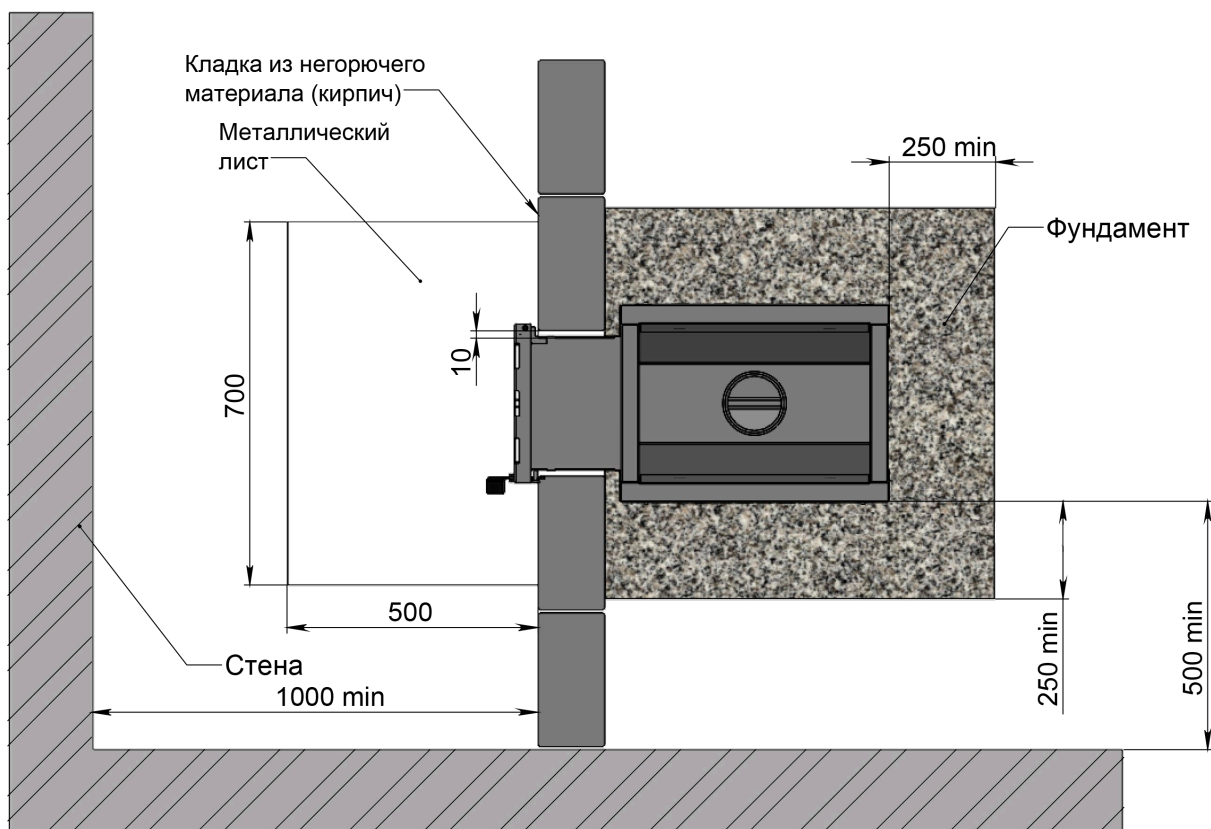

Рис. 3 Схема установки печи **PRIMA** (вид сверху)
Передняя и боковая поверхность печи могут располагаться на расстоянии не менее 50 мм от стены, сделанной из негорючих материалов (рисунок 3).
2. Установить печь со стороны парильного помещения так, чтобы топливный канал прошел сквозь отверстие, предусмотренное в стене (рис. 3, 4).